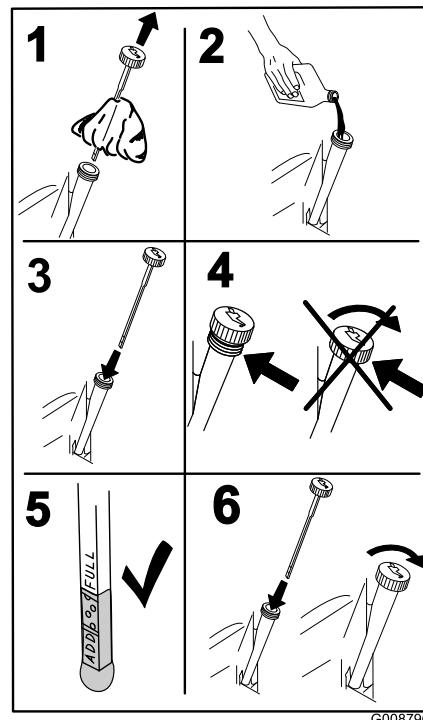

Figura 43
- Vierta lentamente un 80% aproximadamente del aceite especificado por el tubo de llenado, luego añada lentamente el resto del aceite hasta que llegue a la marca **Full** (Figura 43).